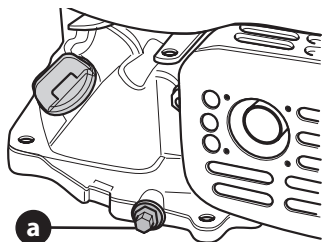

Figure 8
2. Retirez le bouchon (a) et laissez l'huile couler dans un récipient approprié (Figure 8).